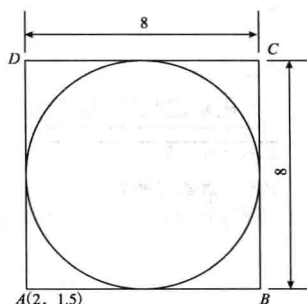

图 1-10 正方形内切圆
(1) 启动 AutoCAD, 选择 “默认设置”, 设置模型空间界限为: 长 12, 宽 9。
(2) 熟悉 AutoCAD 工作界面的各个部分, 用直线 (Line) 命令、圆命令 (Circle) 绘制正方形及其内切圆, 如图 1-10 所示 (不标尺寸)。
(3) 以 “SX1-002.dwg” 命名, 存盘。